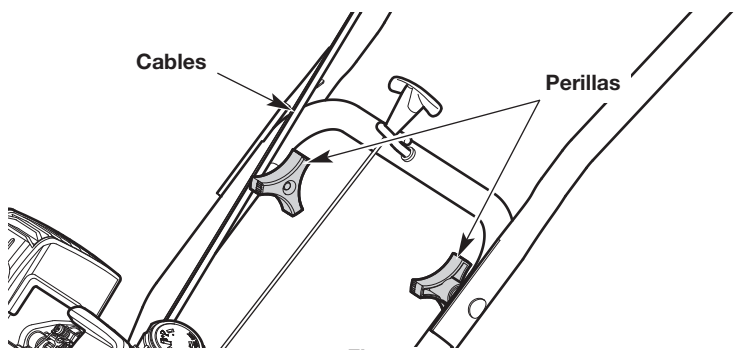

Fig. 4
2. Afloje las perillas (Fig. 4).
NOTA: Se debe ser precavido para evitar apretar los cables cuando se ubican las barras de control (Fig. 4).